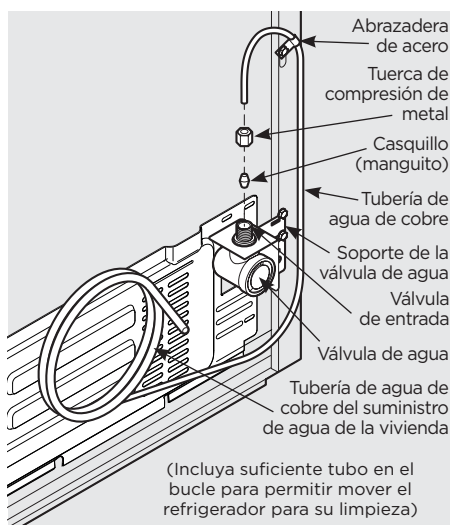

Figura 1
4. Si utiliza tubos de cobre, deslice la tuerca de compresión de metal y, luego, el casquillo (manguito) en la tubería de suministro de agua. Introduzca la tubería de suministro de agua en la válvula de entrada de agua tanto como sea posible ($\frac{1}{4}$ pulgada/6,4 mm). Deslice el casquillo (manguito) en la entrada de la válvula y apriete con la mano la tuerca de compresión en la válvula. Ajuste otra media vuelta con una llave inglesa; NO ajuste en exceso. Ver la figura 1.